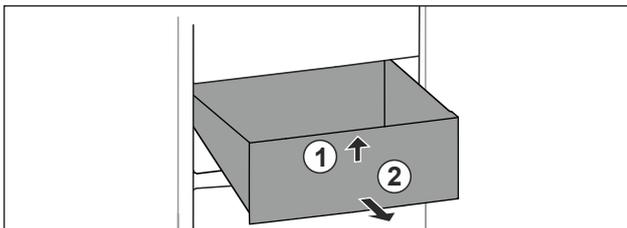

Fig. 91
- ▶ Schubfach vorne anheben. Fig. 91 (1)
- ▶ Schubfach nach vorne entnehmen. Fig. 91 (2)